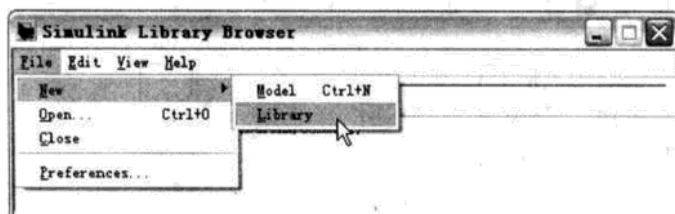

图 7.58 新建模块库菜单
- (1) 在 Simulink Library Browser 窗口中选择 File | New | library 命令,如图 7.58 所示。